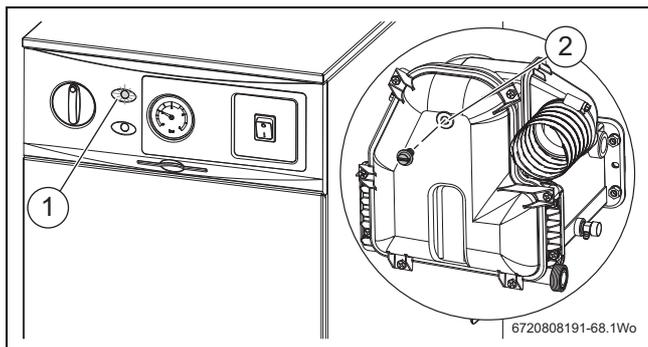

Fig. 35 Point de prélèvement de gaz brûlé
- ▶ Remonter le bouchon du point de prélèvement [2] (fig. 35, page 26), (serrage manuel, ne pas serrer excessivement).